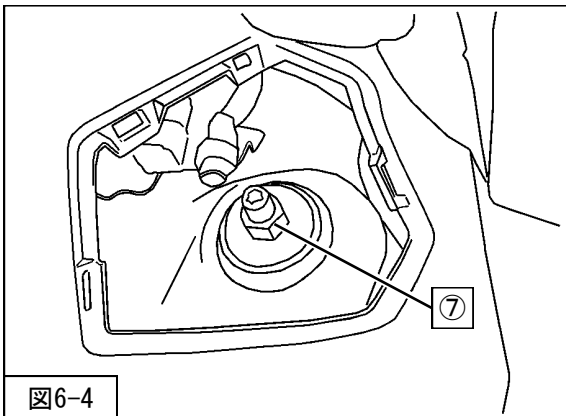

図6-4
6. ⑦ダンパーアップパー取付ナット（締付トルク：25N・m）を取付けてください。（図6-4）